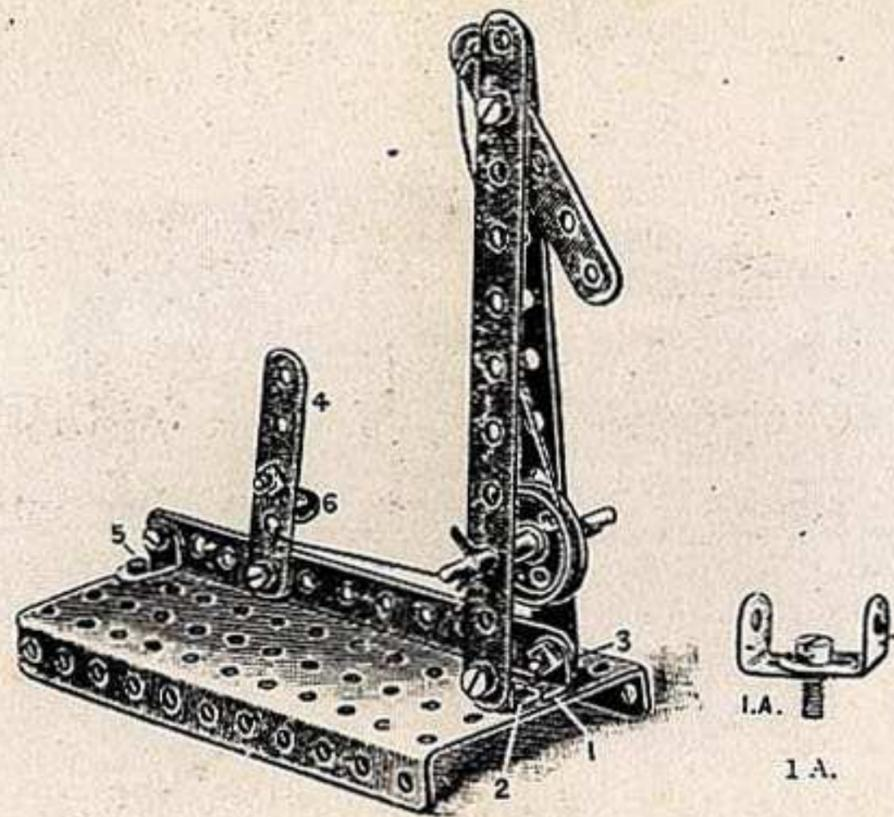

Fig. 1. Signal de Chemin de Fer
Attacher d'abord deux équerres (Fig. 1.A) au quatrième trou (1) à partir de la fin de la plaque rectangulaire. Attacher alors au support (2) une bande de  $13\frac{1}{2}$  cm. de manière à former le premier côté du montant; attacher ensuite à la cornière (3) deux bandes de  $13\frac{1}{2}$  cm., de manière à former le deuxième côté du montant. Le montant est en outre fixé sur la plaque par la petite cornière (5) qui sert à supporter le levier.